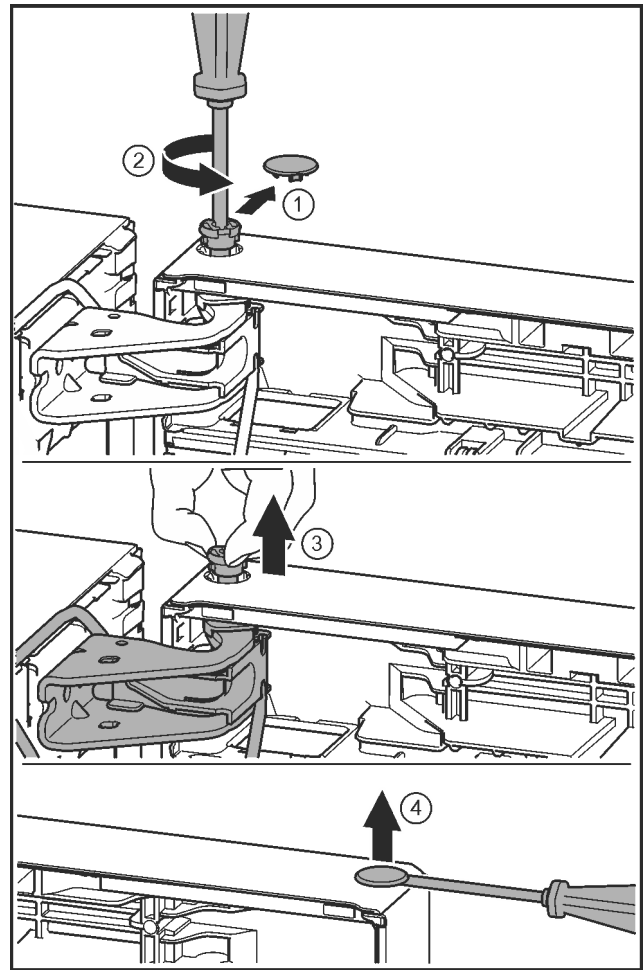

Fig. 21
- ▶ Τραβήξτε προσεκτικά το κάλυμμα ασφάλισης. Fig. 21 (1)
- ▶ Ξεβιδώστε λίγο τον πείρο με κατσαβίδι T15. Fig. 21 (2)
- ▶ Συγκρατήστε την πόρτα και τραβήξτε έξω τον πείρο με τα δάκτυλα. Fig. 21 (3)
- ▶ Ανασηκώστε προσεκτικά και τραβήξτε έξω την τάπα από το κουζινέτο της πόρτας με ένα ίσιο κατσαβίδι. Fig. 21 (4)